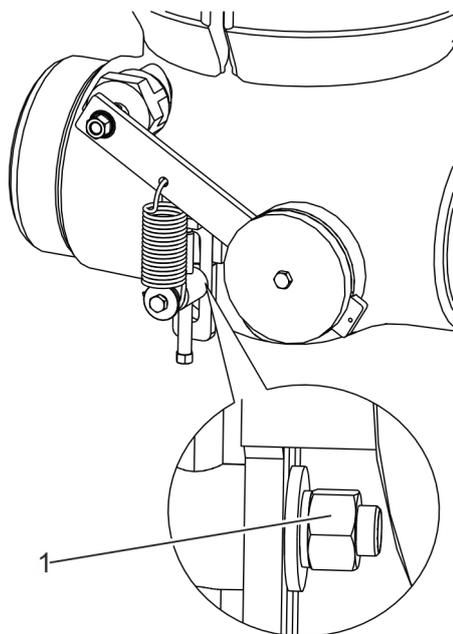

Fig. 16: Soltar las tuercas
1. ➔ Sulte las tuercas (Fig. 16/1) del dispositivo tensor.